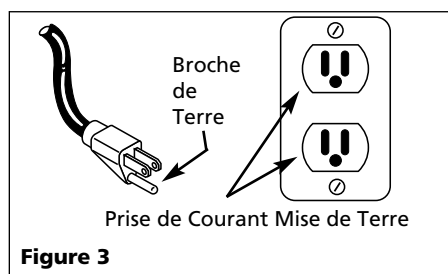

Figure 3
1. Ce produit est conçu pour l'utilisation d'un circuit de 120 volts et a une fiche de mise à la terre comme celle indiquée sur la Fig. 3. Assurer que le modèle est branché à une prise de courant qui a la même configuration que la fiche. Ne pas utiliser un adaptateur avec ce produit. Ce produit doit être mis à la terre. Dans l'événement d'un court-circuit, la mise à la terre diminue le risque de secousse électrique en fournissant un fil d'échappement pour le courant électrique. Ce produit est équipé avec un cordon qui a un fil de terre avec une fiche de terre. Le cordon doit être branché dans une prise de courant qui a été installée et mise à la terre correctement en respectant tous les codes et règlements locaux.